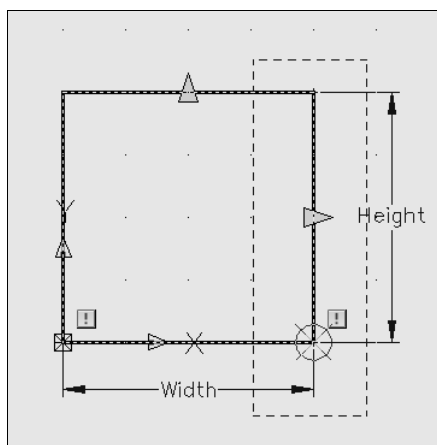

Рис. 17.13. Применение операции растягивания к горизонтальной стороне прямоугольника
4. Применим операцию **Stretch** (Растянуть) к линейным параметрам **Width** и **Height**, выбрав по запросу команды базовую точку для горизонтального параметра **Width** правый нижний угол прямоугольника, а для **Height** — правый верхний угол. При этом текущей рамкой обводится соответствующая сторона прямоугольника, и он же затем выбирается в качестве растягиваемого объекта (рис. 17.13).